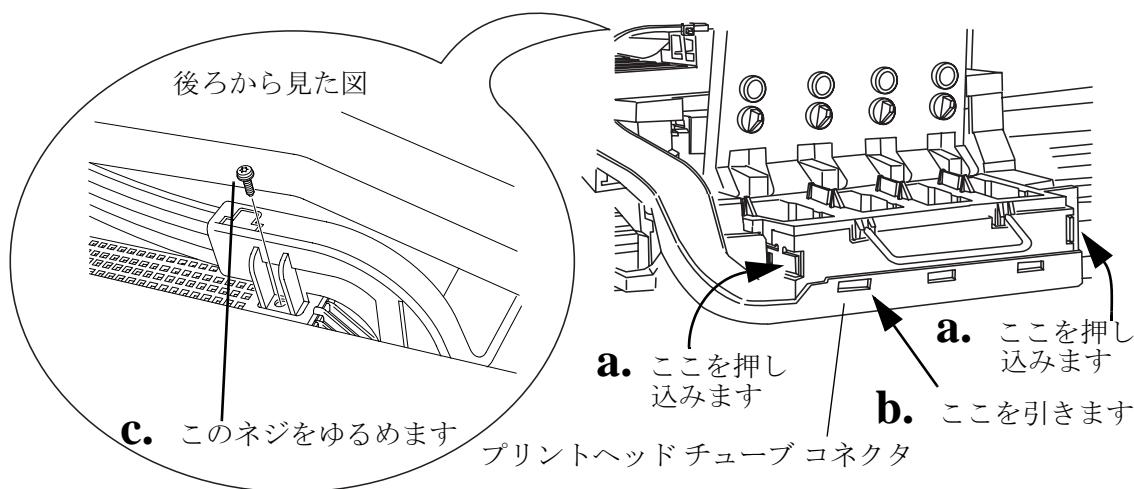

図 42 : キャリッジアッセンブリとベルト
手順3および4では、図42を参照してください。
- 4 プリントヘッド チューブ コネクタを取り外します (図42 参照)。